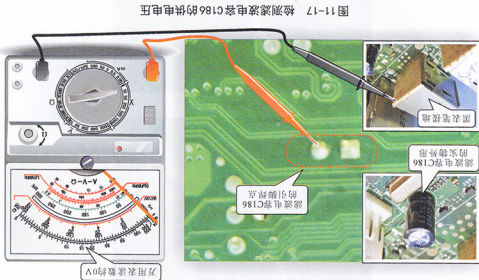

图 11-17 检测滤波电容 C186 的供电电压
(1) 首先将万用表调到 10V 直流电压挡，然后测量时钟电压的供电端电压，即检测供电线路中滤波电容 C186 两端的供电电压即可，如图 11-17 所示。